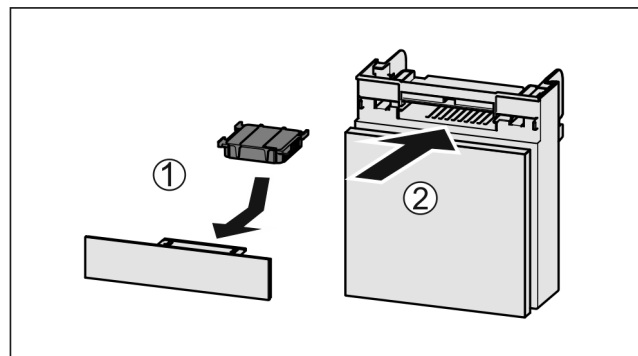

Fig. 176
- ▶ Actiefkoolfilter overeenkomstig afbeelding aanbrengen Fig. 176 (1).
- ▶ Lade erin schuiven Fig. 176 (2).